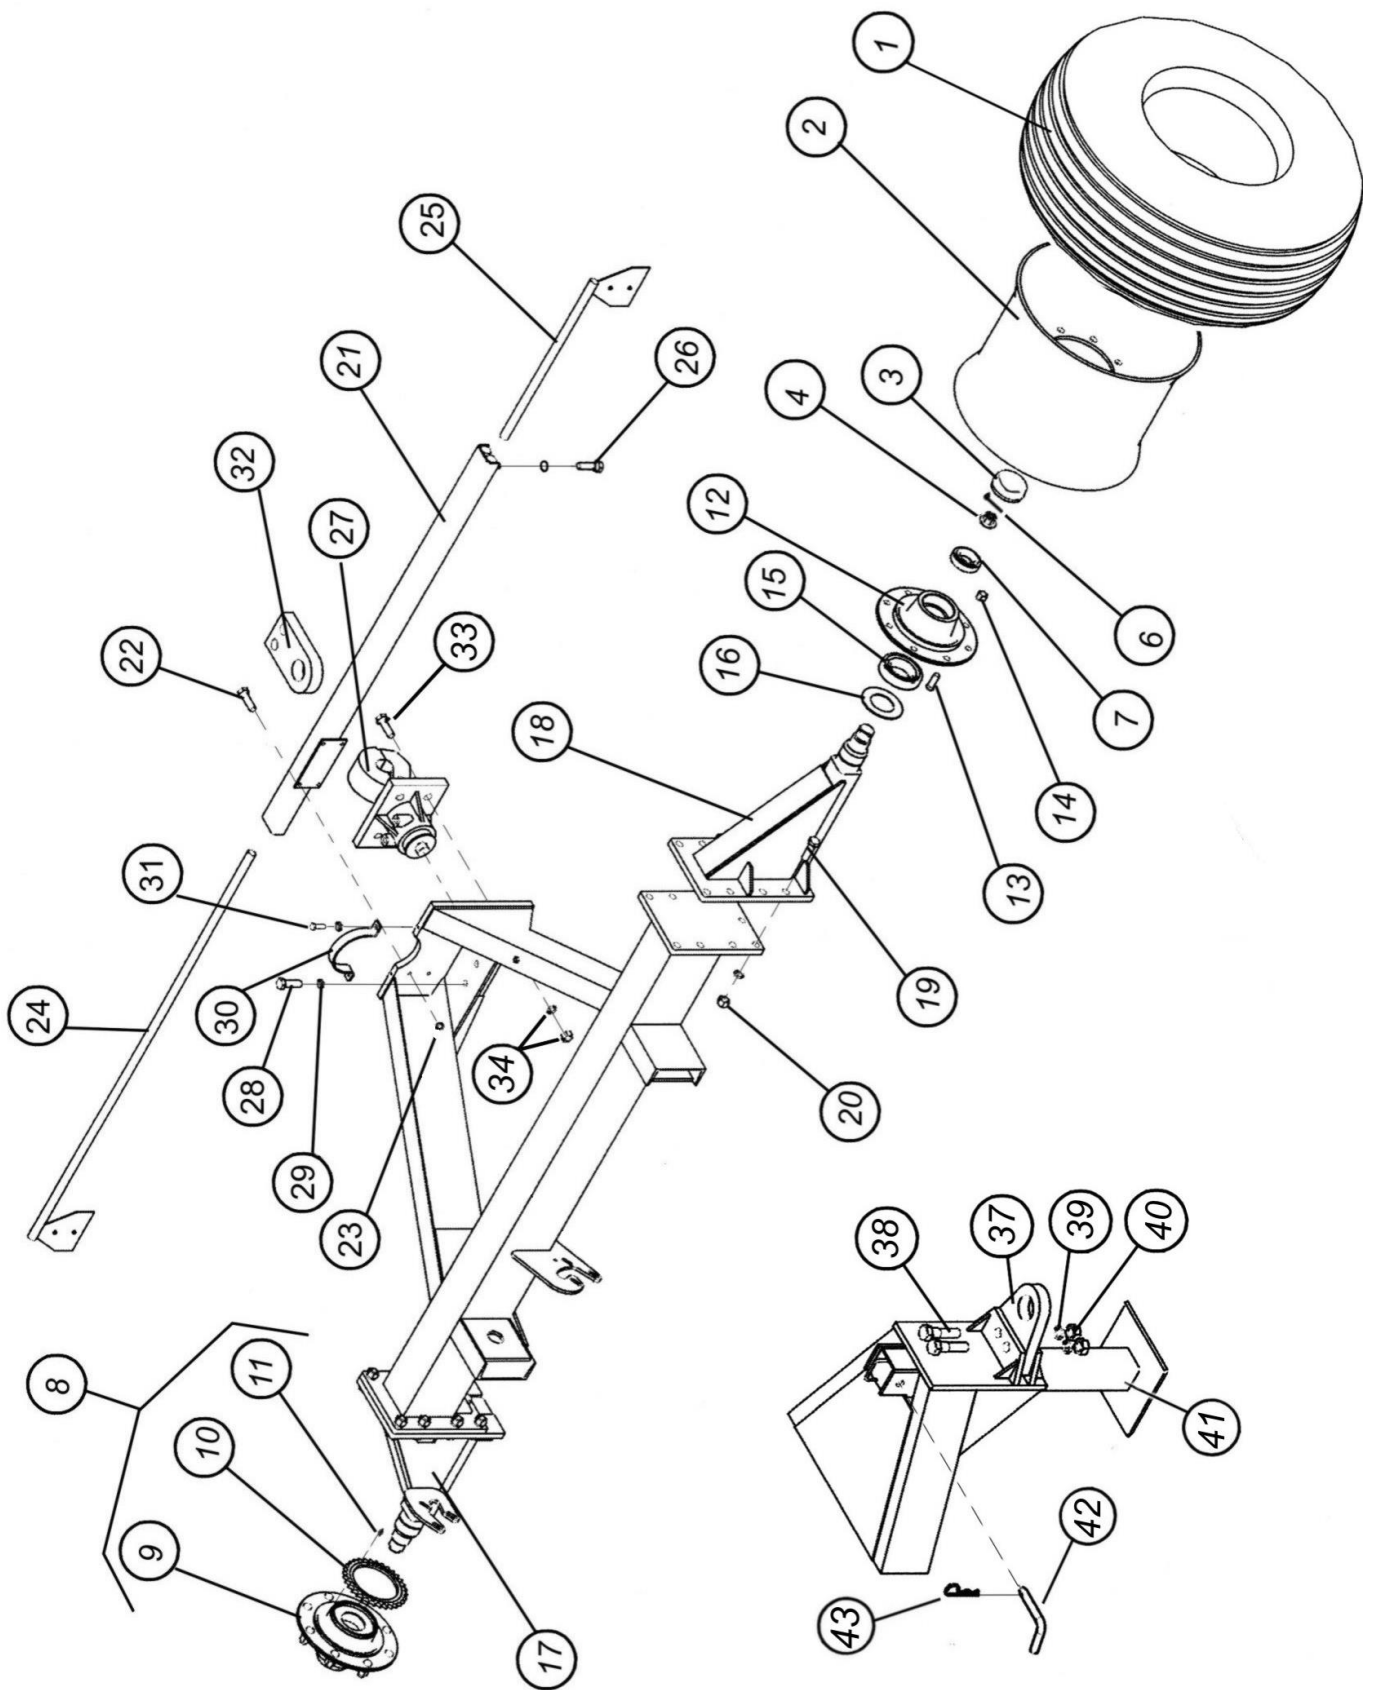

Рис. 7.2.17. Ось одноосного бункера V=6.5м³
7.2.17.1. Ось одноосного бункера V=10м³ (рис. 7.2.17.1)